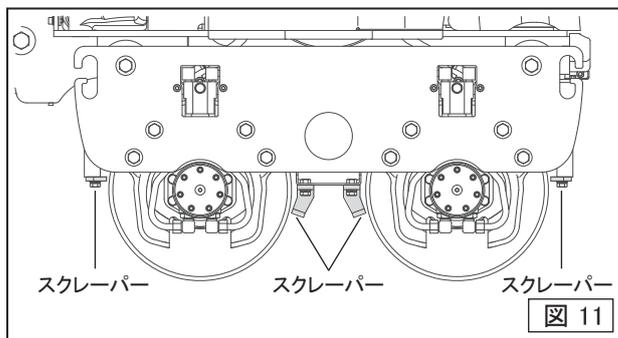

図 11
- 泥が詰まったり曲がったり、あるいは損傷していないか確認してください。(図11)